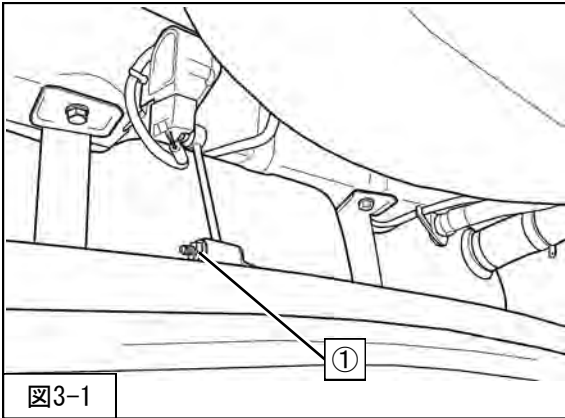

図3-1
2. ①ハイトセンサ取付ナットを取外してください。(図3-1)